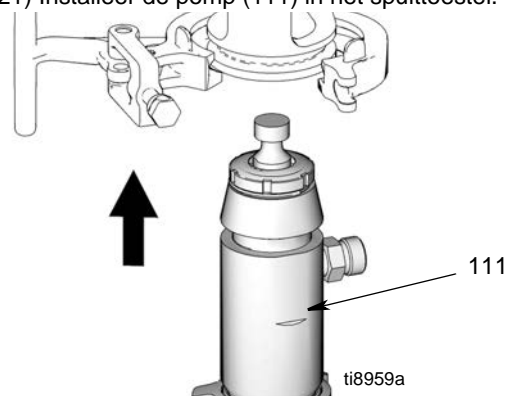

FIG. 21
2. (Afb. 21) Installeer de pomp (111) in het spuittoestel.